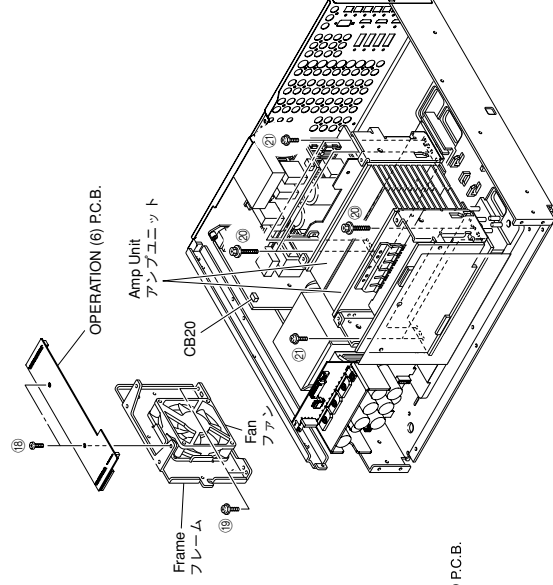

Fig. 6
7. Removal of OPERATION (6) P.C.B.
- Remove 2 screws (19). (Fig. 6)
- Remove the OPERATION (6) P.C.B. which is connected directly to the lower P.C.B. with connectors. (Fig. 6)
- Remove CB20. (Fig. 6)
- Remove the Fan together with the frame by lifting them up. (Fig. 6)
- Remove 4 screws (20) and 4 screws (21). (Fig. 6)
- Remove the Amp Unit. (Fig. 6)
7. OPERATION (6) P.C.B.の外し方
- ⑮のネジ2本を外します。(Fig. 6)
- OPERATION(6)P.C.B.を取り外します。(Fig. 6)
- CB20を外します。(Fig. 6)
- ファンをフレームといっしょに上方に取り外します。(Fig. 6)
- ⑳のネジ4本、㉑のネジ4本を外します。(Fig. 6)
- アンプユニットを取り外します。(Fig. 6)